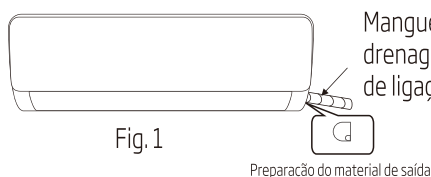
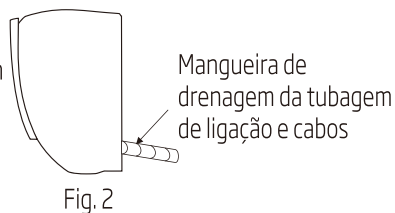

Fig. 1
Fig. 2
1. Dependendo da posição da unidade, o roteamento da tubagem pode ser traçado lateralmente, da esquerda ou da direita (Fig. 1), ou verticalmente a partir de trás (Fig. 2) (dependendo do comprimento do tubo da unidade de interior). No caso de roteamento lateral, cortar a peça de saída, do lado oposto.